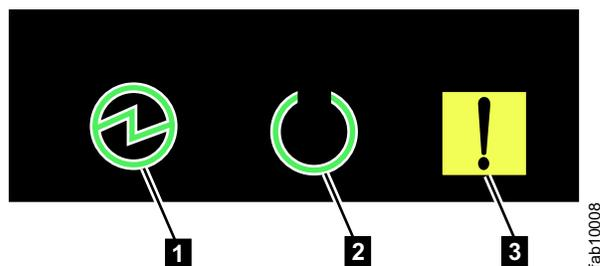

図 20. ノード・キャニスターの LED
5. 図 20 で示されているように、コントロール・エンクロージャー内の各ノード・キャニスターの LED を確認します。